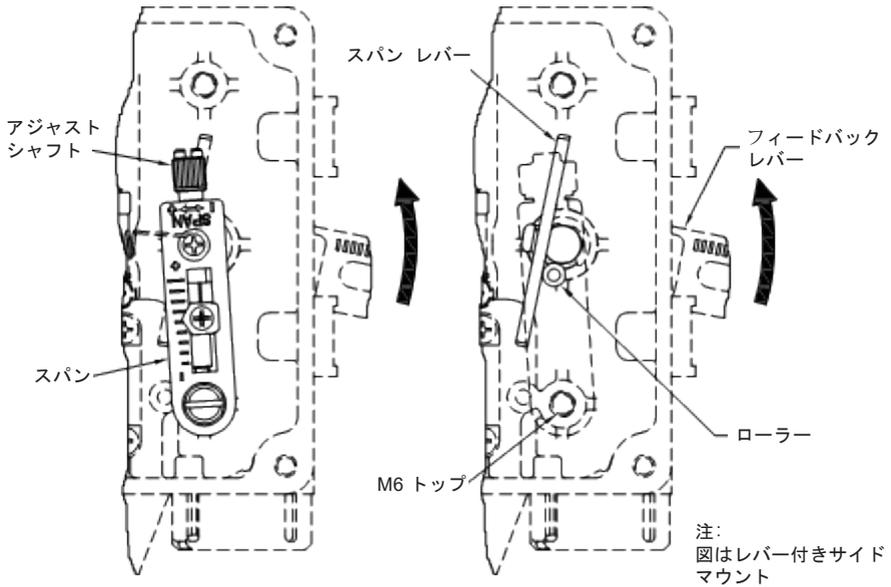

図17. スパン設置 (サイド = RA, 中央 = DA)
中央マウント - 入力信号が増加した時にステムが下降する場合、図17のように「スパン」を組み立ててM6 タップ穴を下げます。図17.(DA)
中央マウント - 入力信号が増加した時にステムが上昇する場合は、「スパン」を図17のように上部のM6タップ穴に組み立てます。図17.(RA)